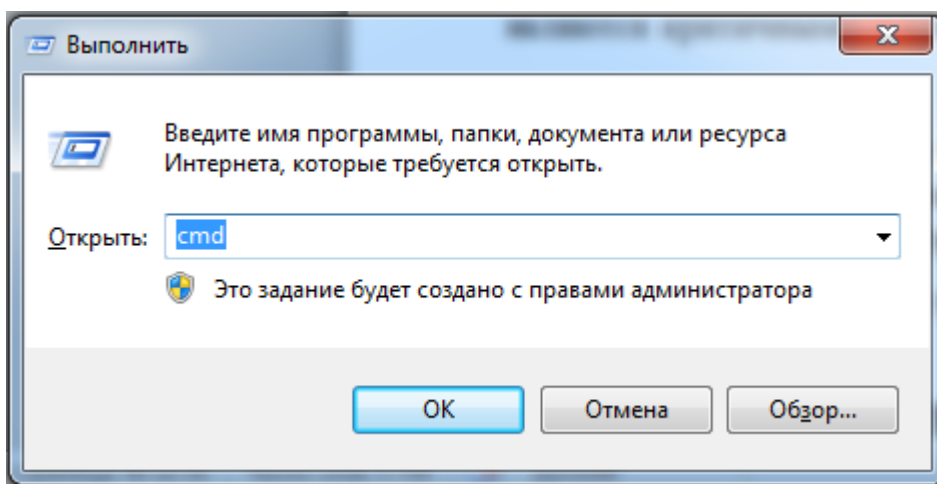

Рисунок 35. Окно «Выполнить»
- нажать «**Win+r**» и в появившемся окне «**Выполнить**» в поле «**Открыть**», см. Рисунок 35, ввести «**cmd**»: